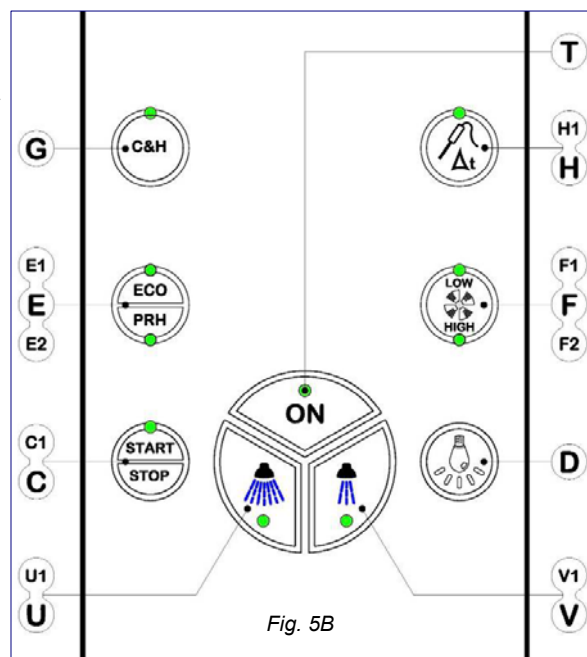

Fig. 5B
5.4F Cook & hold (Fig. 5B)
5.4A Kerntemperaturfühler mit Delta T (Δt) (Abb. 5B)